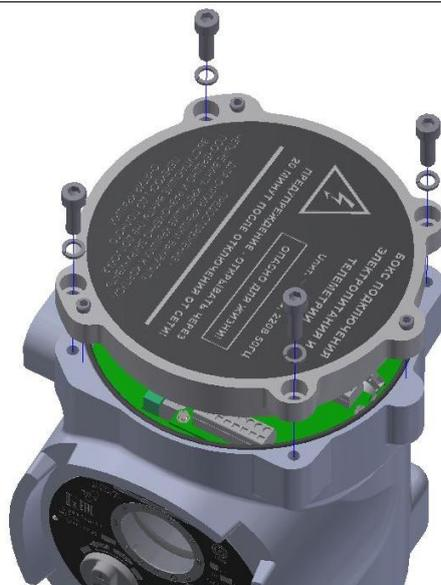

Рисунок 17 – Расположение болтов крепления крышки
– При открытии крышки следует пользоваться отжимными винтами, расположенными на крышке и исключающими ее перекос относительно корпуса управления. Поочередно и равномерно закручивать выступающие винты (рисунок 17), не допуская перекоса, до полного снятия крышки.